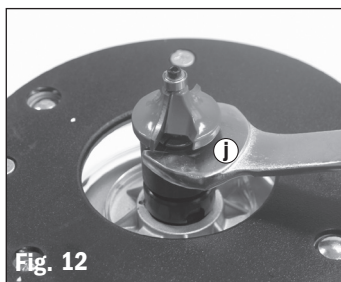

Fig. 12
3. Usare la chiave inglese (**j**) in dotazione per girare leggermente la boccola, per far scattare il blocco boccola. Una volta bloccata, girare la chiave in senso antiorario per sganciare o in senso orario per serrare la fresa. **Fig. 12**.